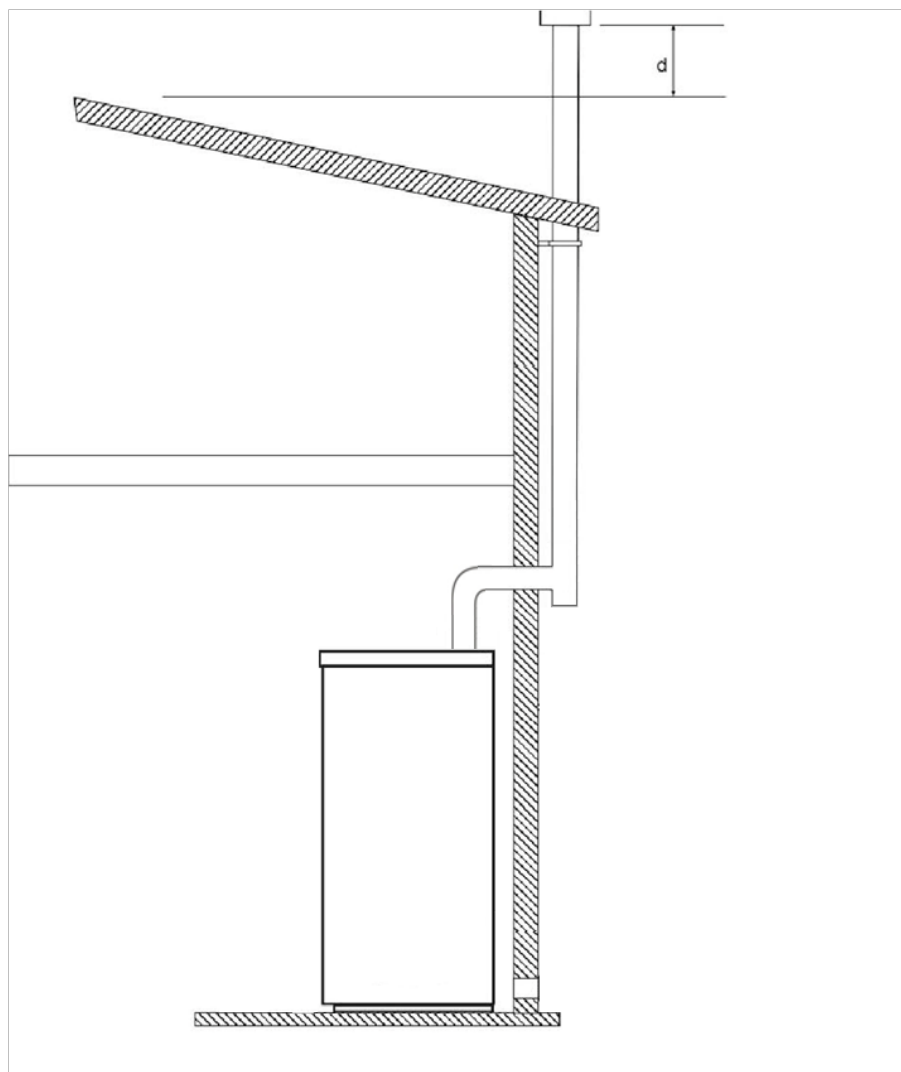

Fig. 13
- Devono essere utilizzati solo tubi isolati (doppia parete) in acciaio inox fissati all'edificio (*fig. 13*).
- Nella *fig. 13* è rappresentata la soluzione da adottare nel caso si voglia utilizzare un condotto fumi esterno.